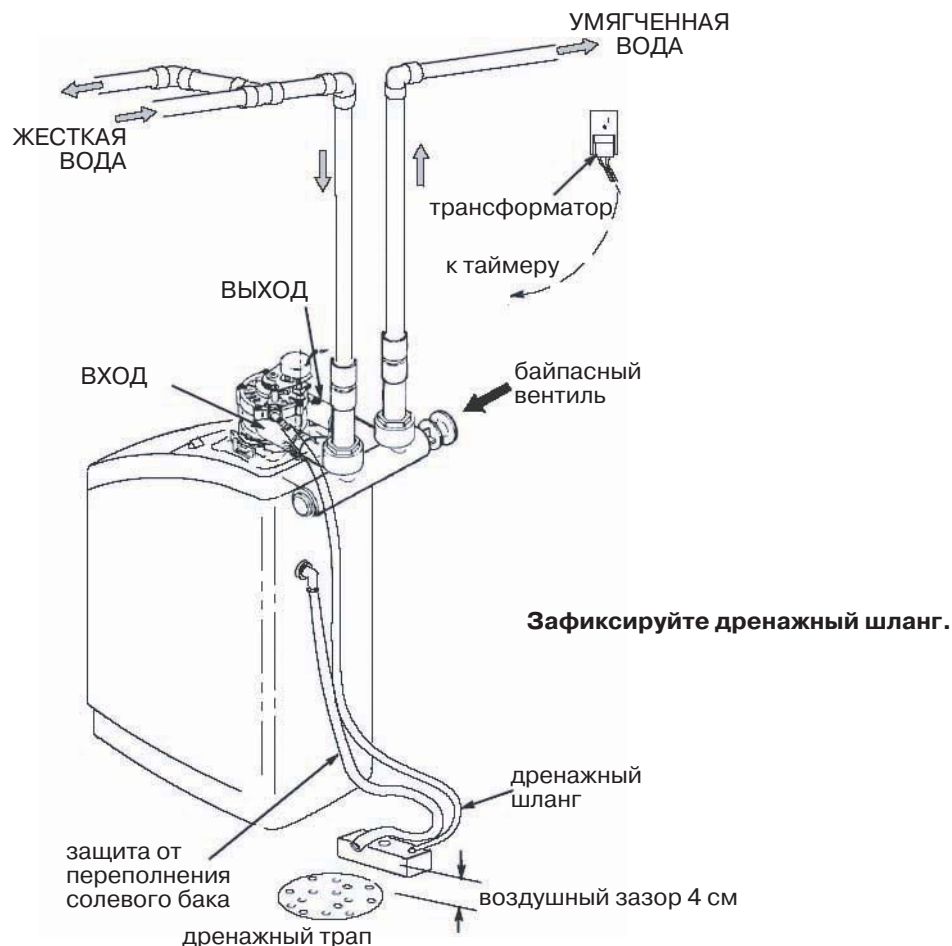

Рис. 3. Типовая схема установки
- а) При помощи ведра или шланга налейте 8 л воды в солевой бак. Не заливайте воду в солевую шахту (**рис. 3**).